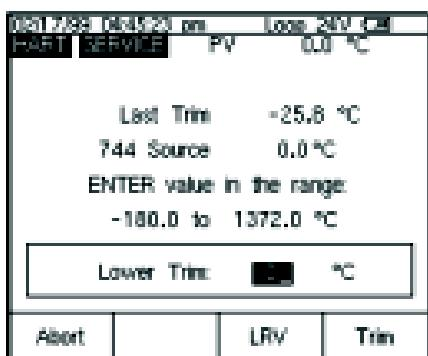

图 14
5. 如果 AS Found 测试失败（即在误差一览表中有加亮误差显示），则需要进行调节。按 Adjust 软键。选择 Sensor Trim，并按 ENTER。选择 Perform user trim-both，并按 ENTER。744 的屏幕看起来应像图 14 所示。